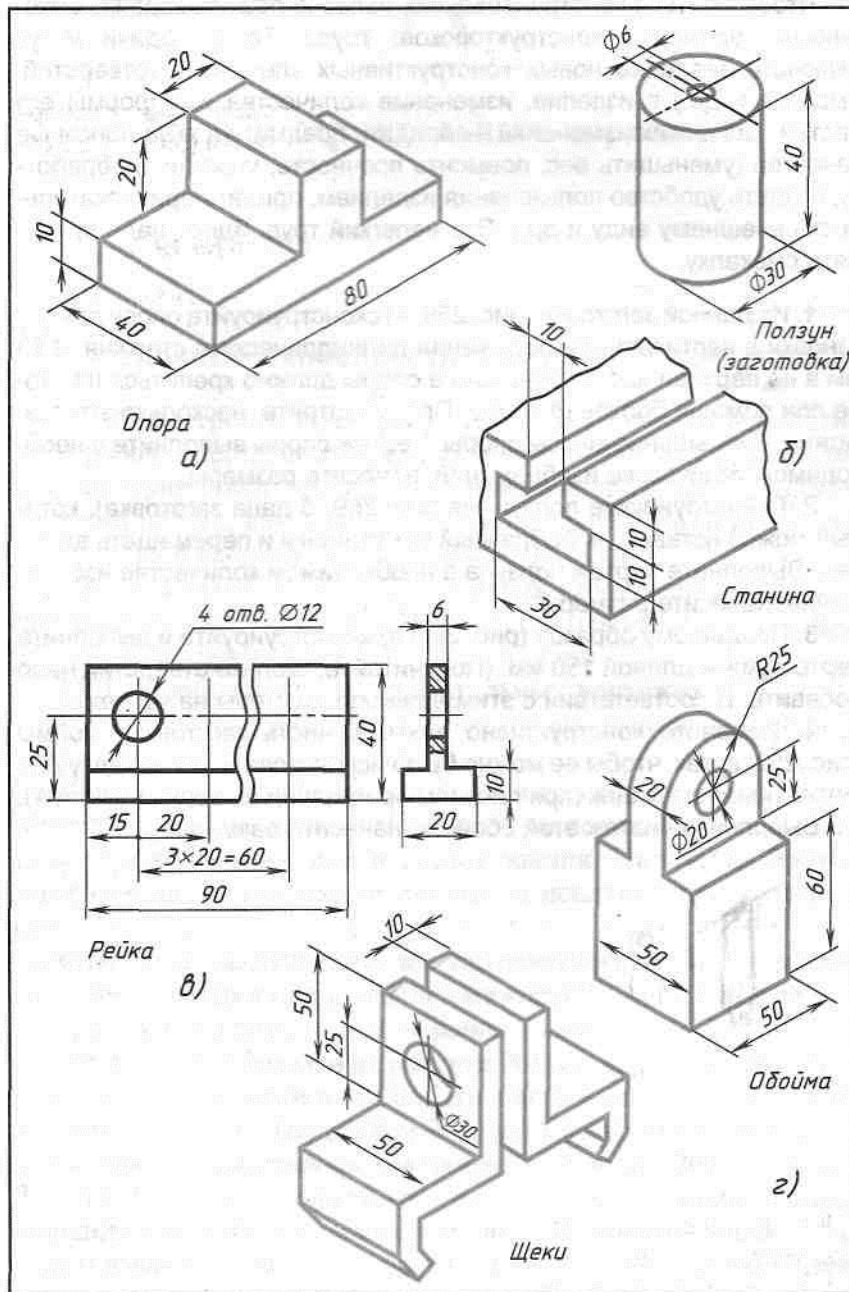

Рис. 259. Задания на конструирование
1. Из данной заготовки (рис. 259, а) сконструируйте опору для установки в вертикальном положении цилиндрического стержня  $\varnothing 30$  мм в ее верхней части. Основание опоры должно крепиться на столе при помощи болтов  $\varnothing 10$  мм. Предусмотрите, насколько это возможно, уменьшение массы опоры. Чертеж опоры выполните в необходимом количестве изображений, нанесите размеры.
2. Сконструируйте ползун (на рис. 259, б дана заготовка), который можно вставить в Т-образный паз станины и перемещать вдоль нее. Выполните чертеж ползуна в необходимом количестве изображений, нанесите размеры.
3. Поданному образцу (рис. 259, в) сконструируйте и выполните чертеж рейки длиной 150 мм. (Подсчитайте, сколько отверстий надо добавить. В соответствии с этим нанесите размеры на чертеже).
4. Измените конструктивно нижнюю часть заготовки обоймы (рис. 259, г) так, чтобы ее можно было использовать как насадку для закрепления двух щек (при плотном прилегании их верхних частей).